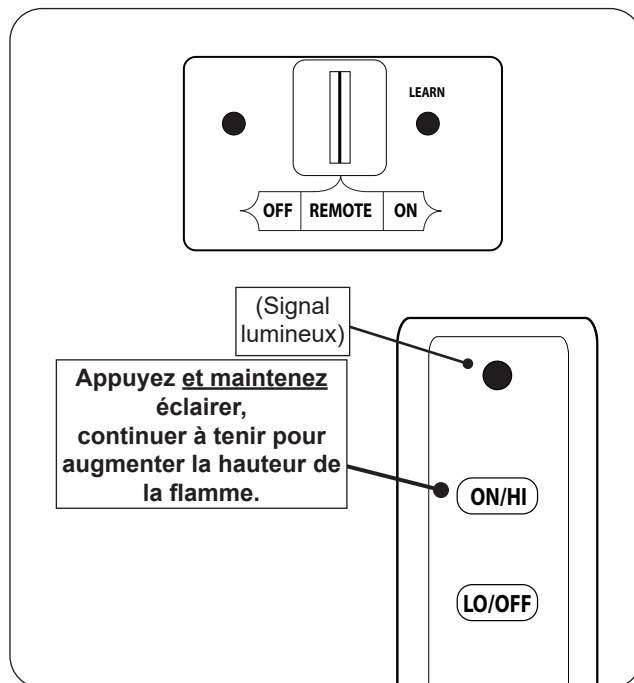

Fig. 51-1 Éclairage à distance
1. Assurez-vous que la veilleuse brûle. Localisez ensuite l'interrupteur à 3 positions sur le récepteur à distance et faites glisser l'interrupteur sur la position **REMOTE** (télécommande) (voir Fig. 51-1).
2. Localisez la télécommande et maintenez enfoncé le bouton **ON / HI** (sur/ haut) (voir Fig. 51-1). La séquence d'allumage commencera.